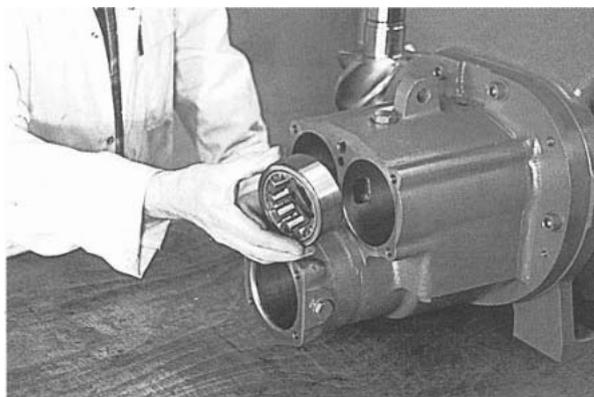

Рис. 113
8. Вставьте внешнее кольцо цилиндрического роликового подшипника "мама" и подшипники. (Рис. 113)